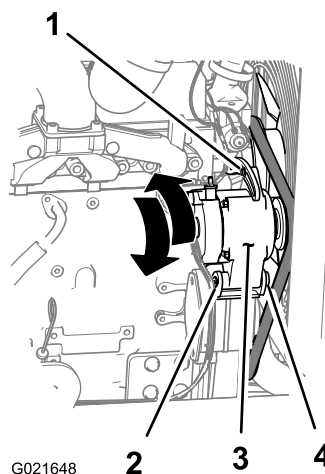

Figure 145
3. Desserrez l'écrou et le boulon au point de pivotement de l'alternateur (Figure 145).
4. Desserrez le boulon de réglage sur l'alternateur (Figure 145).
5. Éloignez l'alternateur du moteur pour accroître la tension de la courroie et rapprochez l'alternateur du moteur pour réduire la tension de la courroie (Figure 145).
6. Resserrez le boulon de réglage de l'alternateur (Figure 145).
8. Si la tension de la courroie est correcte, serrez l'écrou et le boulon au point de pivotement de l'alternateur (Figure 145); dans le cas contraire, répétez les opérations 4 à 7.